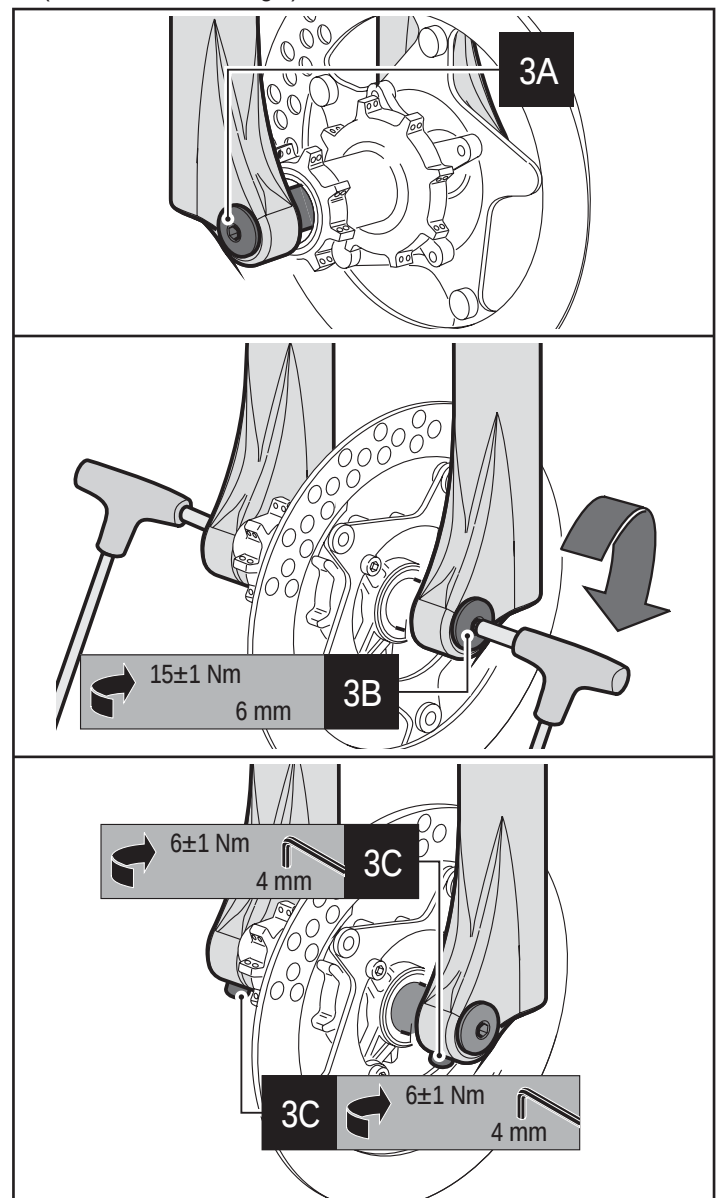

Abbildung 3 - Radmontage auf $\varnothing 32$ gabeln mit Aufnahmefuß mit durchgehender Radachse $\varnothing 20$ mm
- Die Mitte des Rads mit den beiden Radachsen ausrichten (siehe 3A in Abbildung 3).
- Die Radachse durch die rechte Radaufnahme, das Rad und die linke Radaufnahme schieben (siehe 3A in Abbildung 3).
- Die Radachse mit dem vorgesehenen Moment (15 ± 1 m) anziehen, dazu mit einem 6mm-Inbusschlüssel an der Bolzenkappe drehen (siehe 3B in Abbildung 3).
- Die Schrauben an den beiden Schnellspannern mit einem 4mm-Inbusschlüssel mit dem vorgesehenen Moment (6 ± 1 Nm) anziehen (siehe 3C in Abbildung 3).